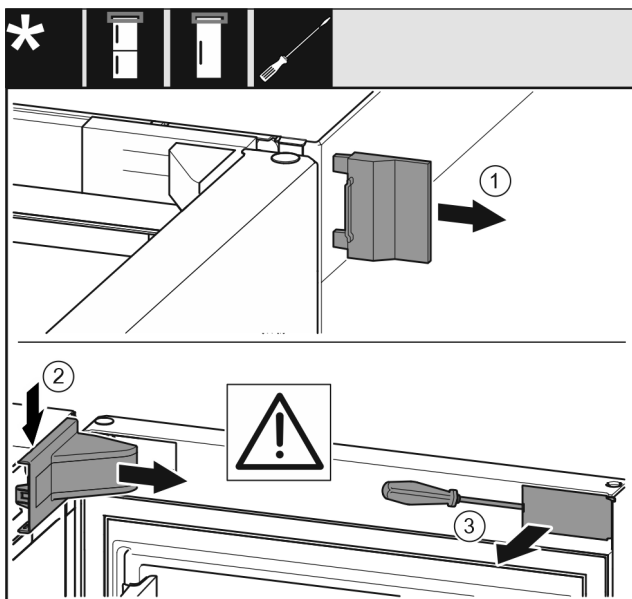

Fig. 8
- ▶ Αφαιρέστε το εξωτερικό κάλυμμα. Fig. 8 (1)
- ▶ Ξεκουμπώστε και λύστε το κάλυμμα του στηρίγματος. Αφαιρέστε το κάλυμμα του στηρίγματος. Fig. 8 (2)
- ▶ Ξεκουμπώστε το διακοσμητικό κάλυμμα με ίσιο κατσαβίδι και παραμερίστε το προς το πλάι. Fig. 8 (3)